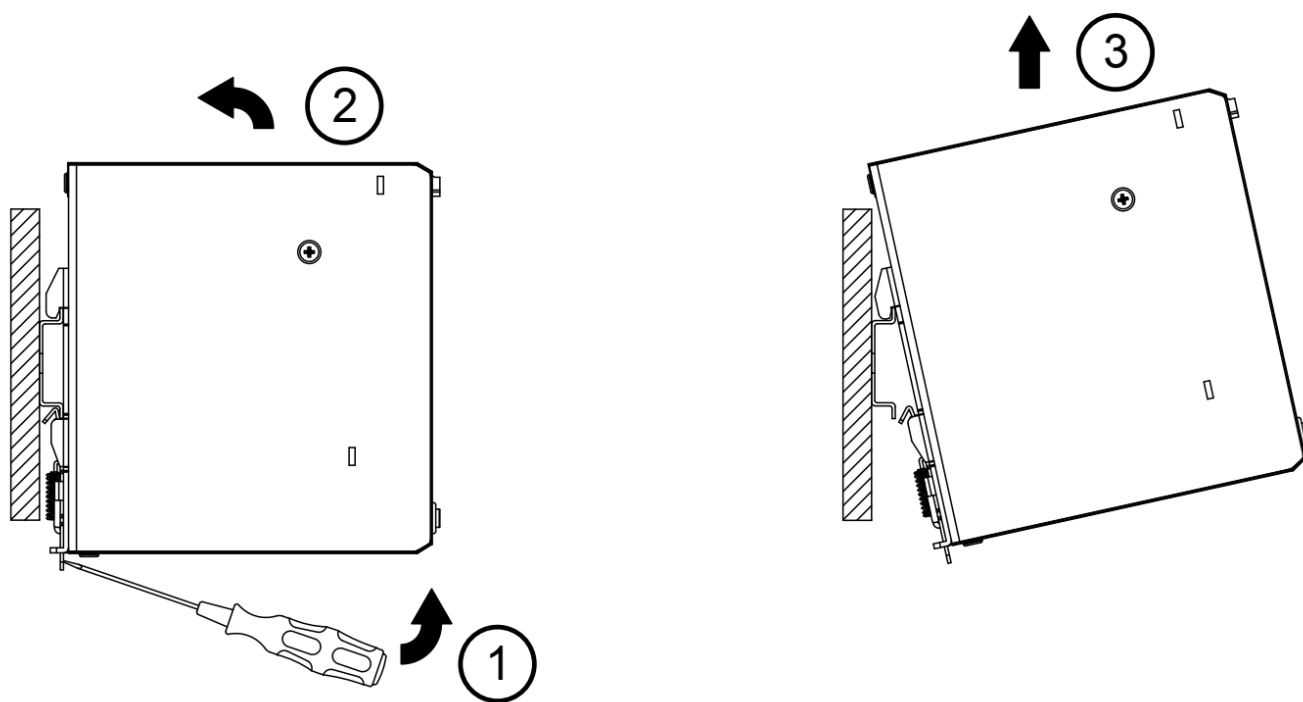

Рис.4. Снятие устройства с DIN-рейки.
4. Демонтаж устройства (Рис. 4)
Для демонтажа устройства вытащите в нижней части корпуса фиксирующую защёлку, см. рис.4. Затем приподнимите нижнюю часть корпуса и потяните весь корпус вверх, чтобы снять с DIN рейки.